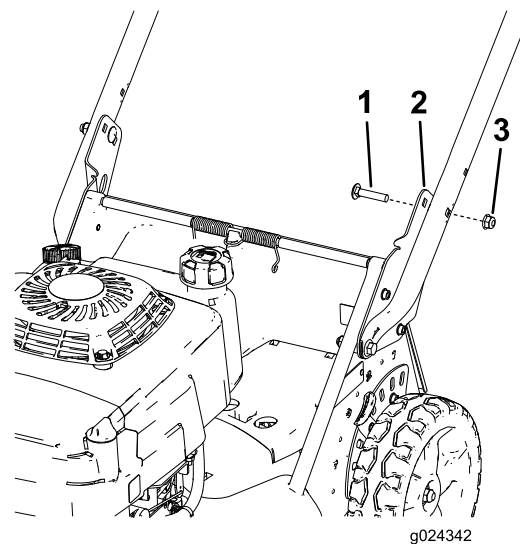

Figura 6
2. Suport mâner (2)
6. Fixai mânerul pe suportii acestuia la înălțimea dorită a mânerului utilizând 2 uruburi cu guler i cap hexagonal (5/16 x 1½") i 2 piulițele cu guler (5/16") aa cum este indicat în **Figura 6**.